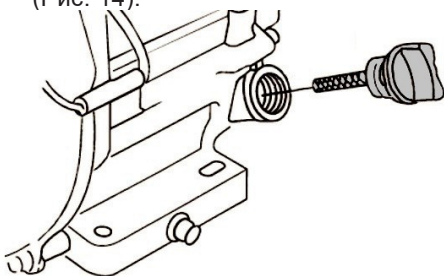

Рис. 14 Крышка-щуп маслосазливной горловины
2. Открутите крышку-щуп маслосазливной горловины и извлеките щуп (Рис. 14).
2. Выкрутите крышку-щуп маслосазливной горловины и извлеките щуп (Рис. 14).